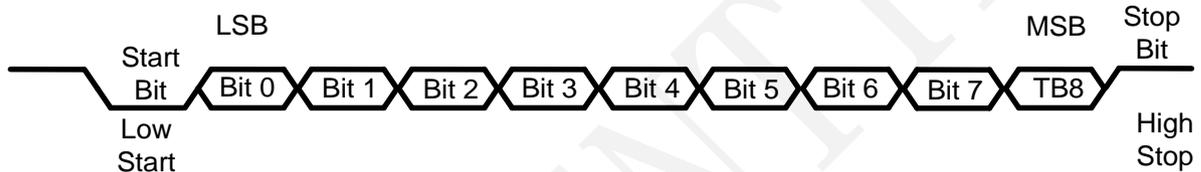

图 14-4 TK18 串口 Mode 2 数据串格式图
- Mode 2: 在此模式下，不管是接收资料还是资料传出，其**速率由SCON2与SCON3寄存器决定且每笔资料是由11位所组成**，包括起始位(start位)、8个位的数据、同位位(parity位)，以及停止位(stop位)，其中第一个位就是低态的起始位，紧接着是8位的数据，由bit 0开始送(即LSB)，接续于bit 7(MSB)之后的是高态的停止位。如图14-4所示。当进行资料传出时，第9个位TB8(即SCON缓存器中的TB8)为同位位，可取自程序状态字组缓存器PSW中的P位，以达到同位检查的目的。当接收资料时第9位将直接移入SCON缓存器中的RB8，而不必管停止位。